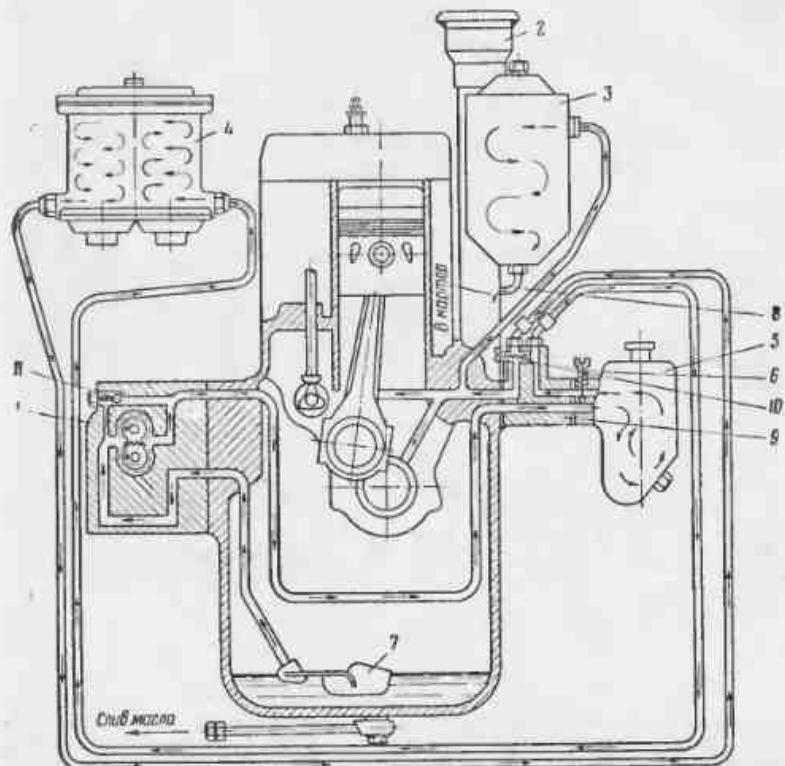

Рис. 9. Схема смазки двигателя:
20. Система смазки двигателя (рис. 9) — смешанная (под давлением и разбрзгиванием). Под давлением смазываются коренные и шатунные подшипники коленчатого вала, подшипники, шестерни привода и упорная шайба распределительного вала. Остальные детали двигателя — зеркало цилиндров, втулки верхних головок шатунов, поршневые кольца, поршневые пальцы, клапаны, толкатели и кулачки распределительного вала — смазываются разбрзгиванием. Водяной насос и агрегаты электрооборудования смазываются отдельными масленками.